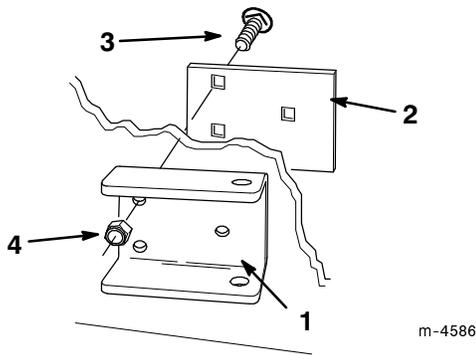

Figure 4
5. Fixer le support de barre latérale au côté de l'unité de traction à l'aide de la contre-plaque, de trois boulons de carrossier et de trois écrous (Fig. 4).